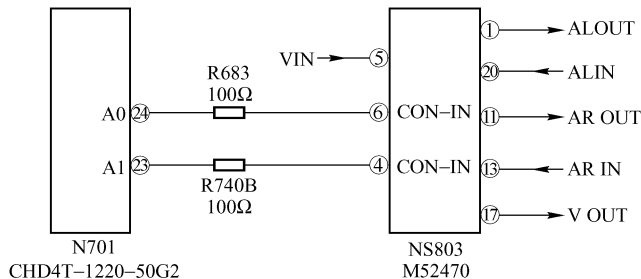

图 5-10 长虹 H2186W 机型中 AV 转换控制接口电路原理图
在长虹 H2186W 机型中，N701 的⑮、⑯脚电路主要用于 AV 转换控制。其外部接口电路如图 5-10 所示。其中，NS803 (M52470) 是电子开关电路，专为 AV 输入信号转换输入/输出而设计的。